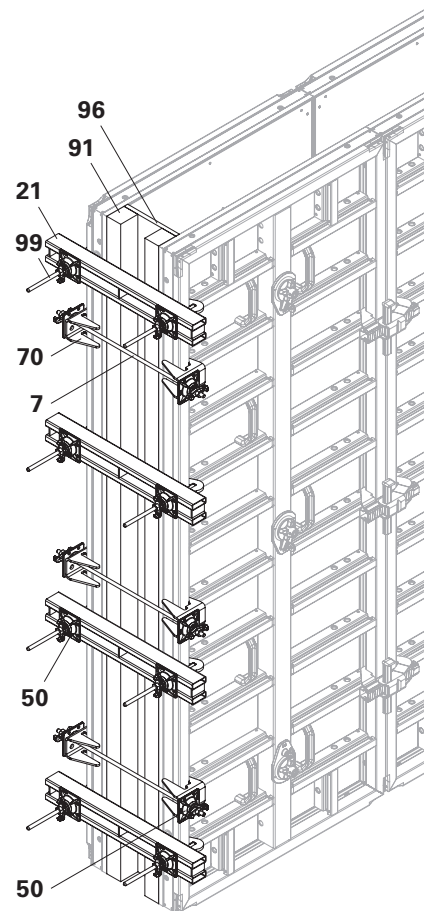
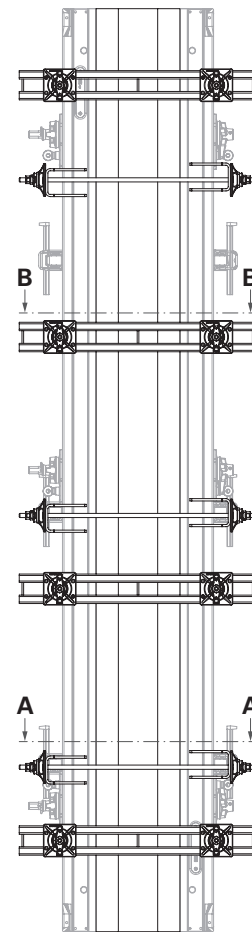

Fig. D8.03
Fig. D8.04
- Shown: 330x120 (Fig. D8.03 + Fig. D8.04)